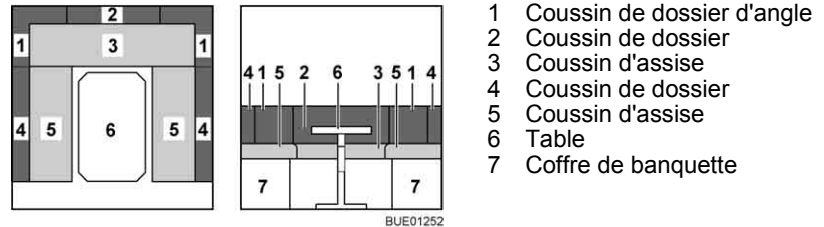

Fig. 101 Avant la transformation
- Retirer les coussins de dossier d'angle (Fig. 101,1) et le coussin de dossier (Fig. 101,2) et les poser sous la table.